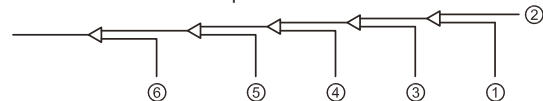

Fig. 14-15
8. Purgue las otras aberturas de la misma manera, trabajando en secuencia desde la unidad interior A hacia las unidades exteriores. Consulte la Fig. 14-15